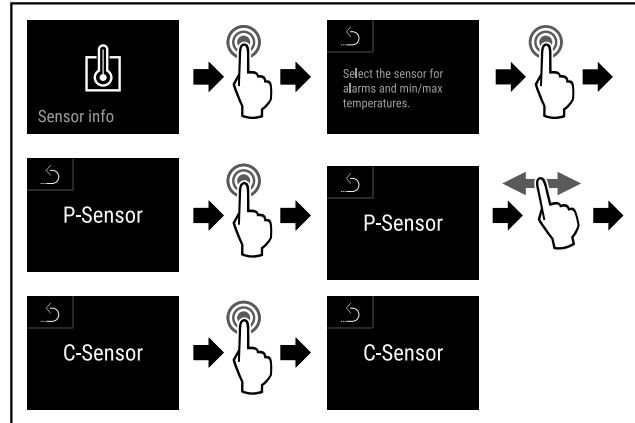

Fig. 173
- ▶ Handlungsschritte (siehe Fig. 173) durchführen.